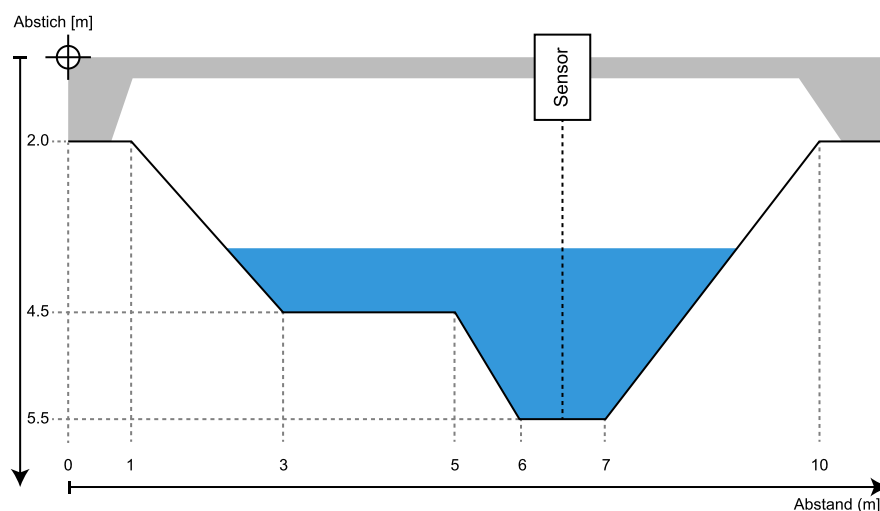

Abbildung 14 Querschnittsprofil mit Höhen relativ zu oben
- Höhe relativ zu oben mit positiven Werten nach unten, siehe Abbildung 14